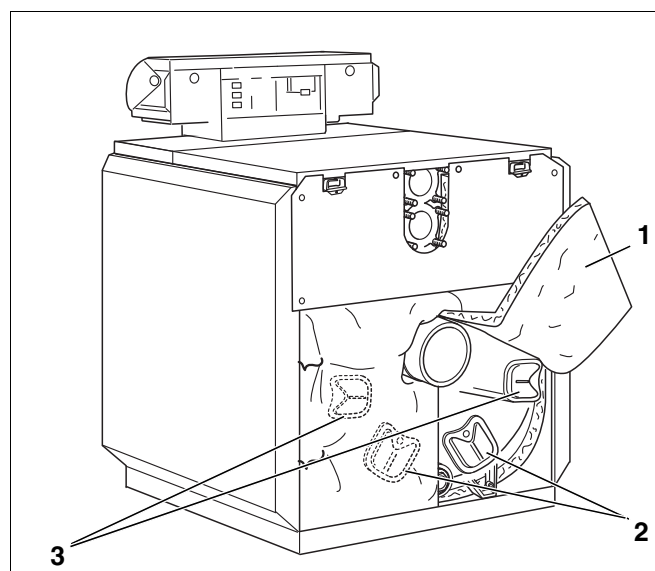

Fig. 52 Smontaggio – Coperchio di pulizia
- ▶ Alzare verso sopra entrambi i terminali dell'isolamento termico (fig. 52, [1]) e fissarli con la molla di tensione.
- ▶ Rimuovere i coperchi di pulizia all'elemento posteriore (fig. 52, [2]) ed al collettore fumi (fig. 52, [3]).